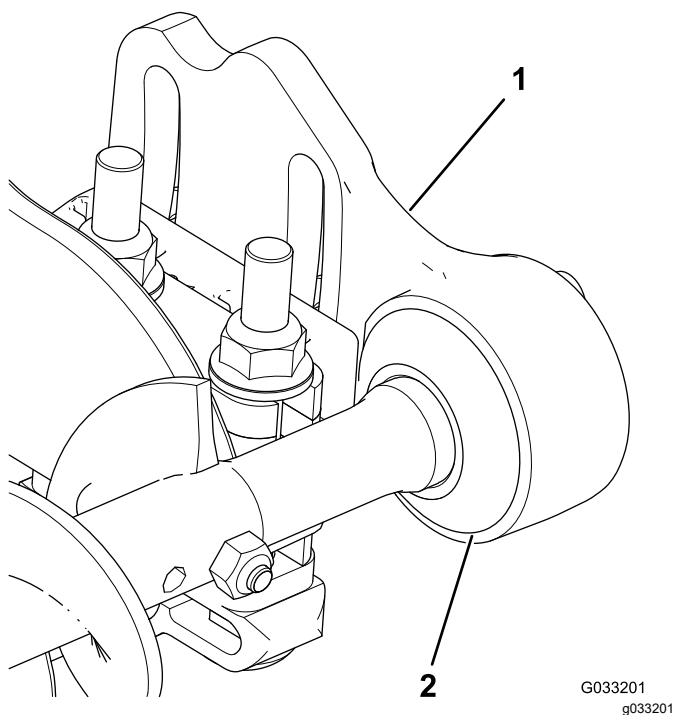

Figura 6
4. Fate scorrere ogni guarnizione verso l'esterno fino a creare un leggero contatto tra le guarnizioni a labbro e ogni alloggiamento dei cuscinetti (Figura 6).